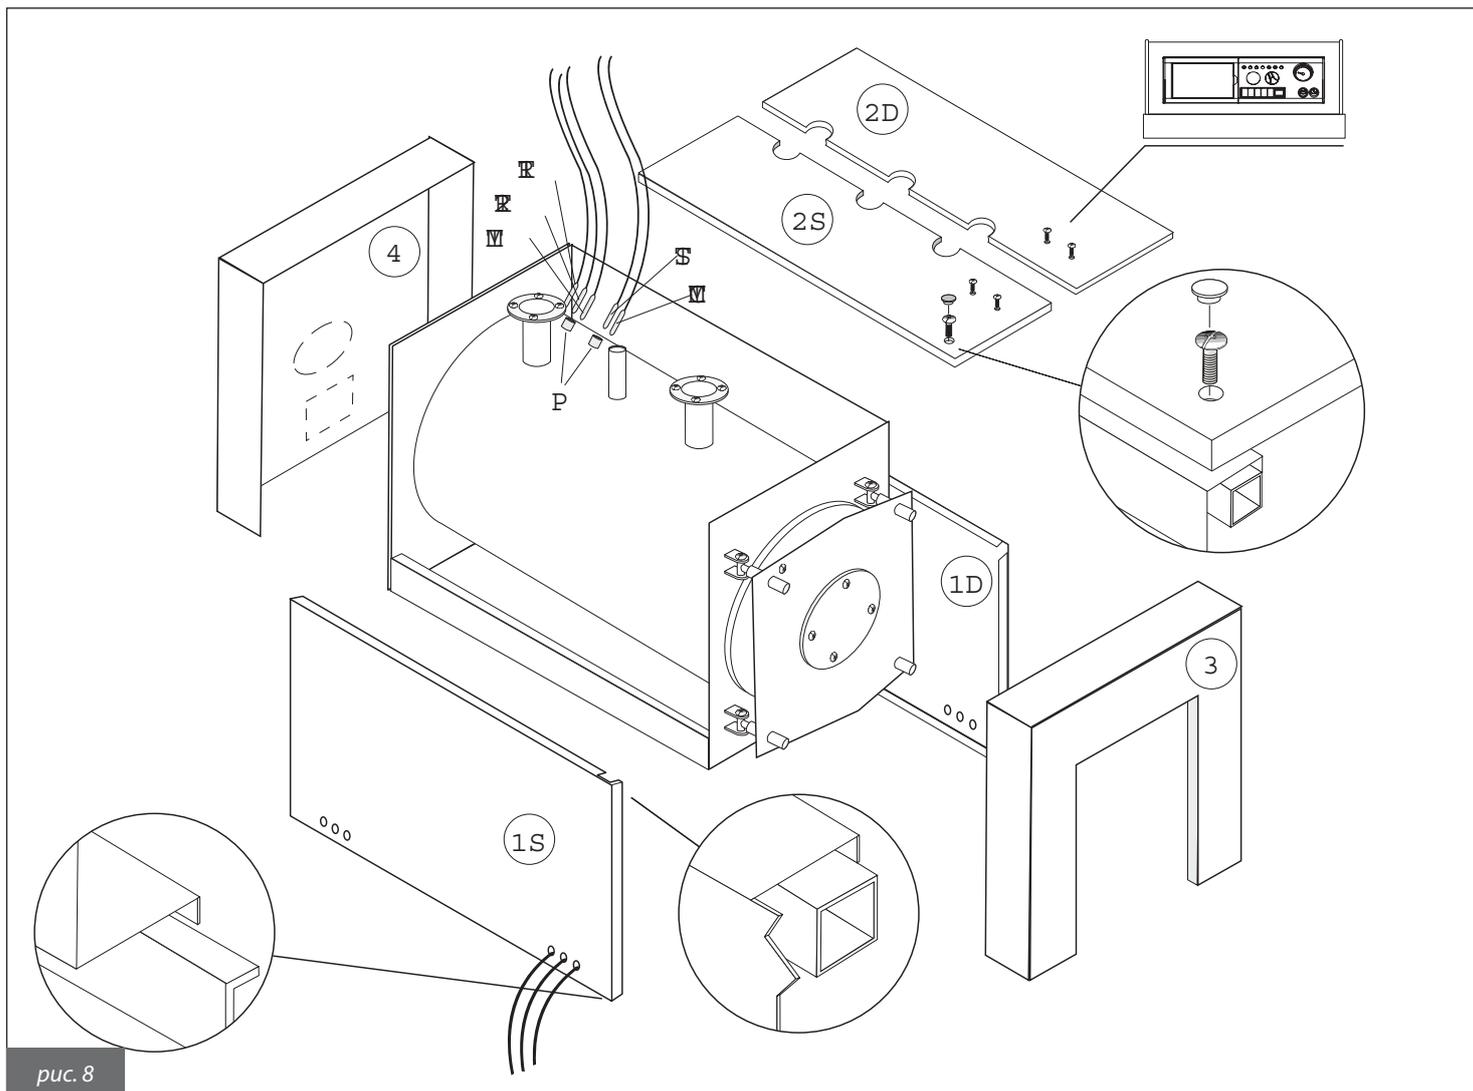

рис. 8
### 4.1. Облицовка котла для мод. 70÷400 (рис. 8)
- Закрепить верхние панели винтами и закрыть проходные отверстия заглушками (см. рис. 8).